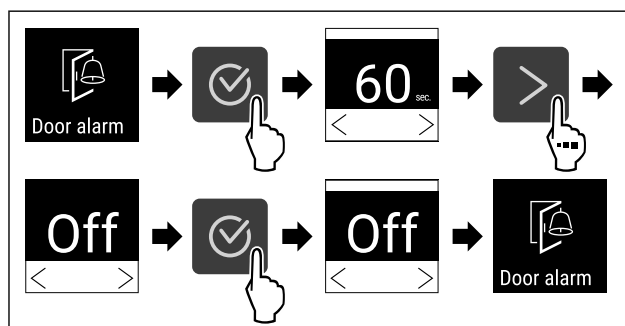

Fig. 118
- ▶ Wykonać czynności (patrz Fig. 118).